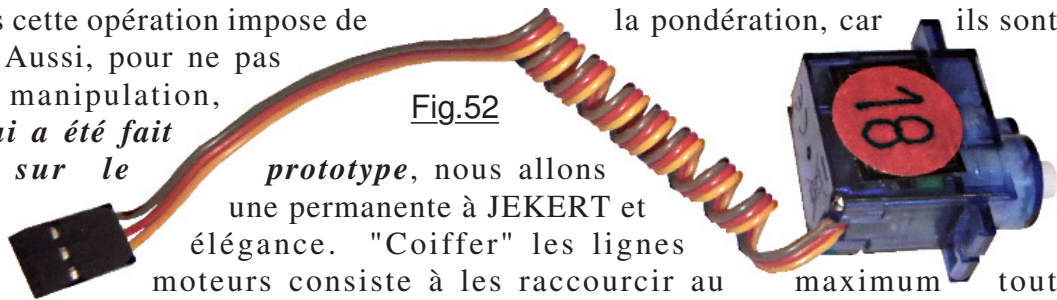

Fig.52
*contrairement à ce qui a été fait chronologiquement sur le prototype*, nous allons une permanente à JEKERT et élégance. "Coiffer" les lignes moteurs consiste à les raccourcir au maximum tout en leur laissant la souplesse indispensable aux mouvements mécaniques. Pouvant assurer des pointes de courant notables, les lignes qui alimentent les petits servomoteurs SG90 sont semi rigides. Si l'on effectue un pliage court, elles le conservent. Pour qu'en application de robotique elles puissent ne pas trop gêner les mouvements mécaniques, il faut leur laisser une longueur suffisante et les relier à la machine par une ample boucle plus ou moins courbe. L'encombrement en pâtit. Une solution très simple est possible puisque ces conducteurs électriques conservent une "mise en plis". Comme montré sur la Fig.52 le secret réside dans la queue de cochon. La ligne électrique est devenue courte et ne brasse plus l'air comme un sémaphore, tout en conservant une souplesse parfaitement opérationnelle.